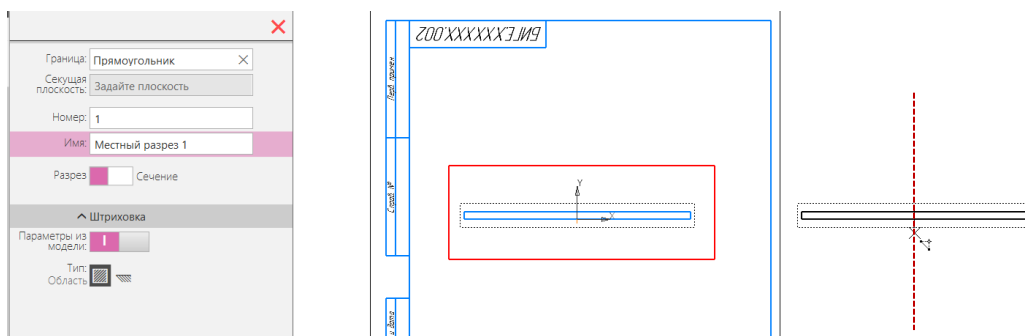

Рис.20 Команда «Местный разрез»
- **Черчение – Виды – Местный разрез (рис. 20).**